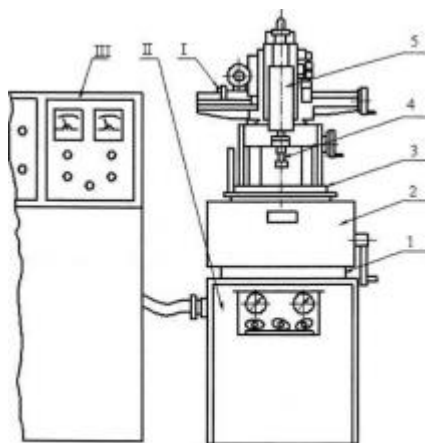

Рис. 11.1
**Задача 1.** Указать основные агрегаты и узлы электроэрозионного копировально-прошивочного станка (рис. 11.1) и их назначение.